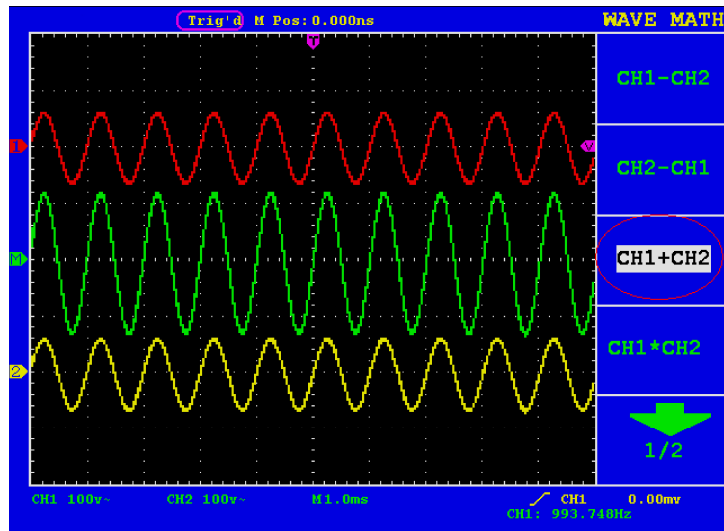

Abb. 26 Wellenformergebnis der Addition von Kanal 1 und 2
2. Drücken Sie die Menüauswahlstaste **F3** und wählen Sie **CH1+CH2**. Die berechnete Kurve M erscheint in Grün auf dem Bildschirm; drücken Sie die Menüauswahlstaste **F3** erneut, um die Wellenform M zu löschen (siehe Abb. 26).